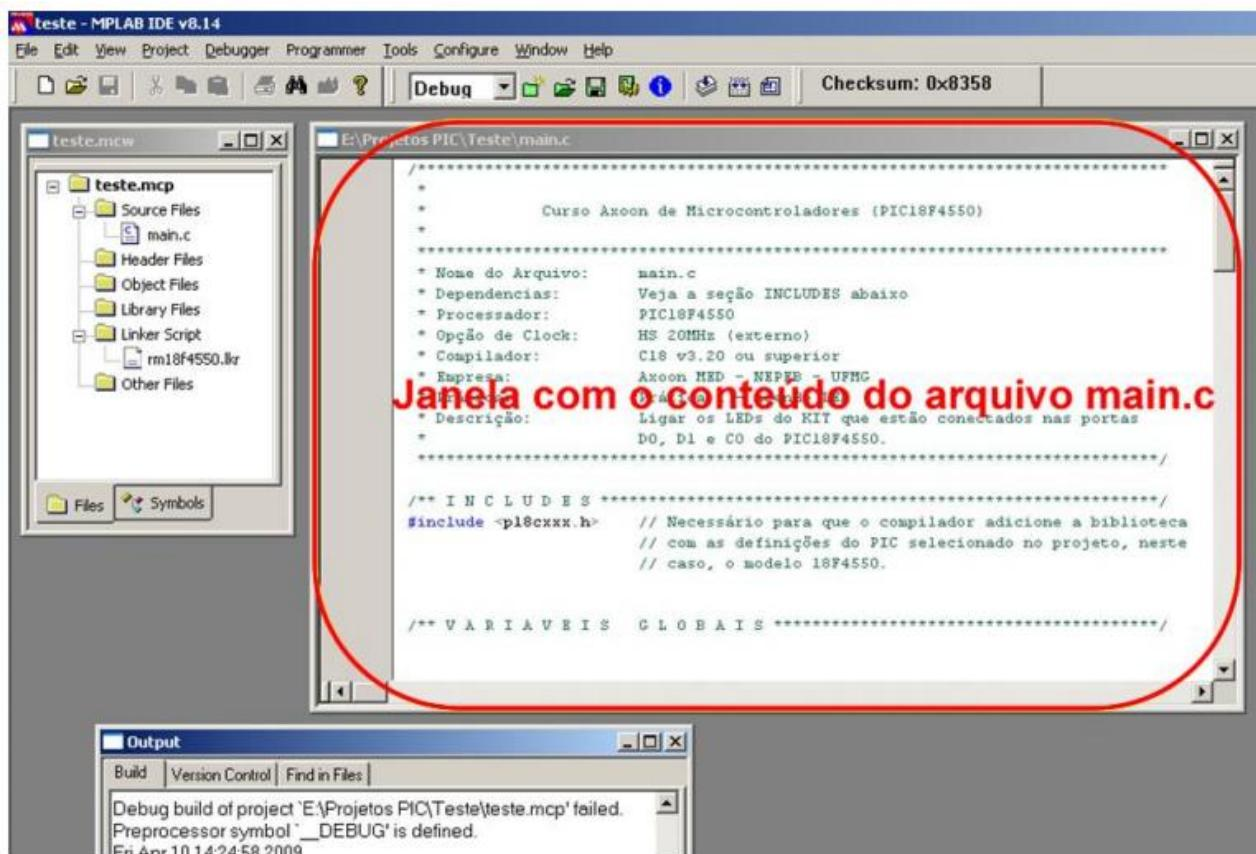

Figura 3.36 - Janela do MPLAB mostrando o arquivo main.c do projeto teste.mcp aberto.
- 13) Seu projeto está pronto. O passo seguinte será abrir o arquivo main.c e começar a desenvolver o seu código. Para abrir o arquivo main.c, vá na janela “Project”, na pasta “Source Files” e dê um duplo clique em main.c (ver Figura 3.36).